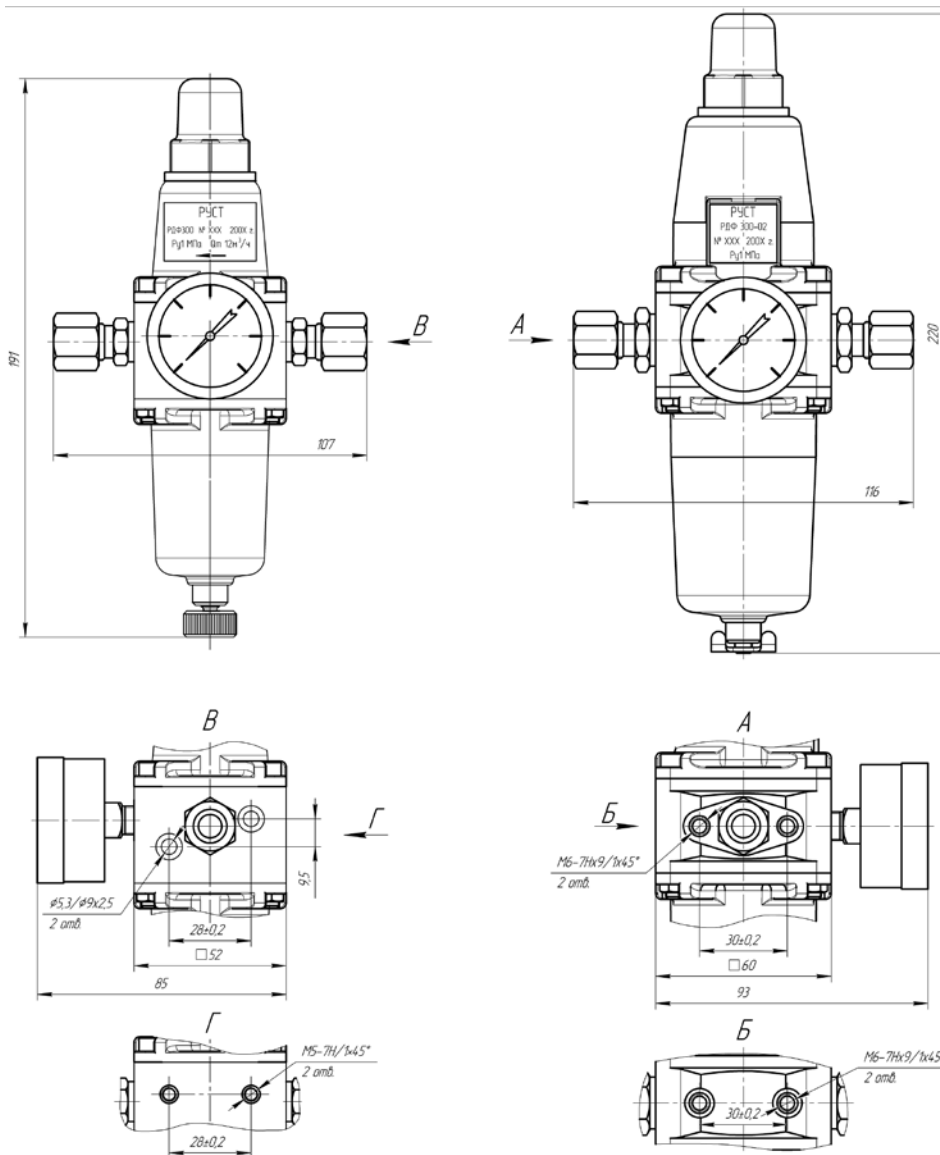

Рис. 63. Конструкция и габаритные размеры РДФ 300 G1/8
Воздух от пневмомагистрали (рис. 63) подается через входной штуцер в полость М, образованную стаканом (1) и фильтроэлементом (2). Очищенный воздух из полости N при открытии нижней дроссельной пары клапана (3) подается потребителю через выходной штуцер. Входной и выходной штуцера одинаковы и имеют присоединительную резьбу G1/8, G1/4". Через дроссель D выходное давление подается в подмембранную полость R, уравновешивая усилие, заданное пружиной (4) при помощи регулировочного винта (5). После регулировки винт (5) закрывается крышкой. При перегрузке выходное давление пересиливает пружину, поднимает мембрану, а вместе с ней и седло (6) сбросной части клапана (3), обеспечивая сброс воздуха в атмосферу через отверстие К крышки (7). Слив конденсата обеспечивается отпиранием пробки (8). В стандартном исполнении РДФ комплектуется манометром (9), по заказу имеется возможность установить манометр и на входе в РДФ.